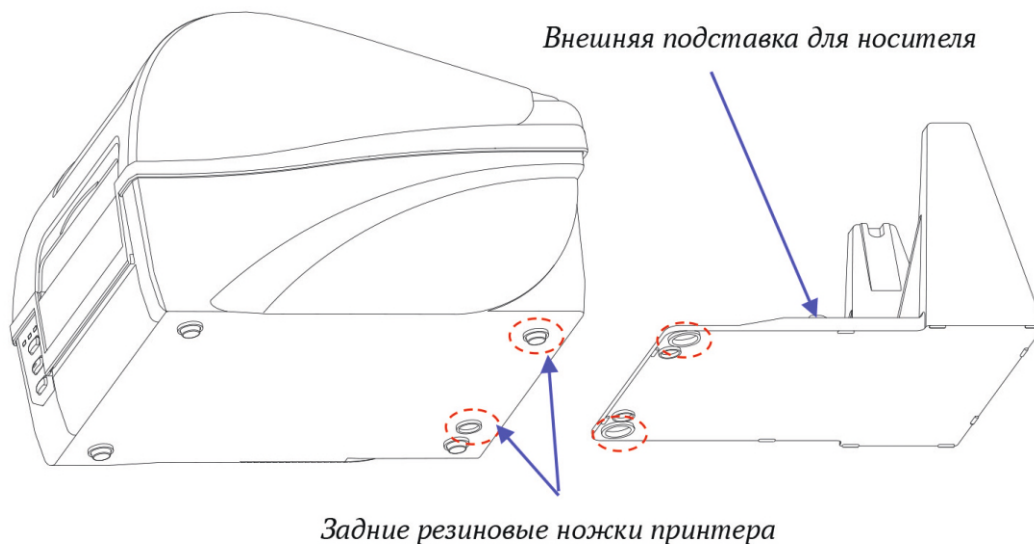

Рисунок 2-20 Установка подставки для внешнего носителя
1. Поместите переднюю часть внешней подставки для носителей под принтер, убедившись, что две задние резиновые ножки принтера установлены в два отверстия на подставке для носителей, см. рис. 2-20.